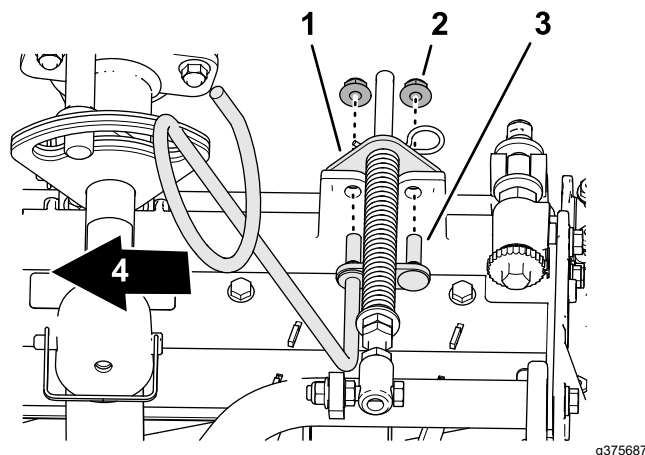

Figura 11
5. Alinai tifturile ghidajului pentru furtunul din stânga cu orificiile cadrului unităii de tăiere i suportul de compensare pentru gazon (Figura 11).